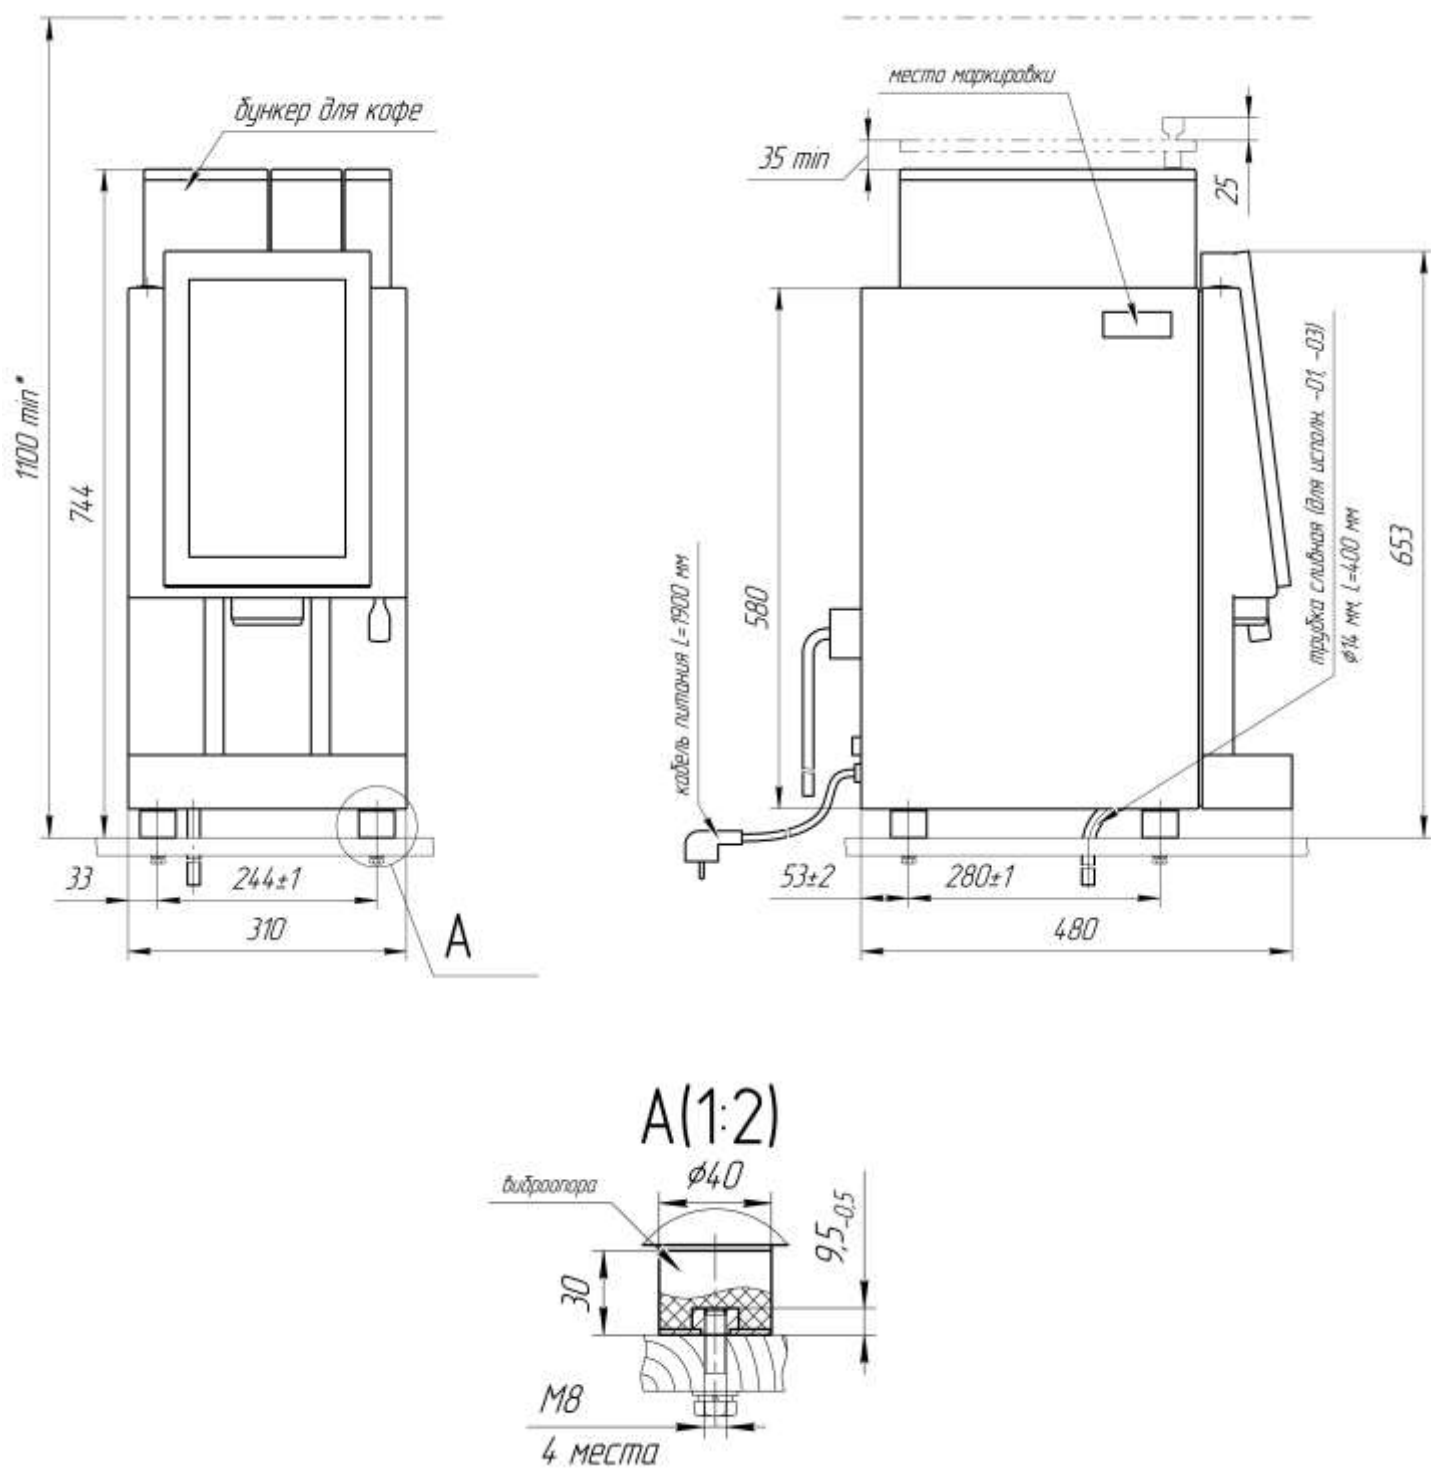

Рис. 1 Габаритные и присоединительные размеры
3.2 Закрепление кофемашины осуществляется через отверстия в неподвижном основании (см. рис.1) с помощью: болтов М8-6g×Н.58 ГОСТ 7798-70 – 4 шт., шайб 8.03.019 ГОСТ 11371-78– 4шт. и шайб 8 65Г 029 ГОСТ 6402-70 – 4 шт. (в комплект поставки не входят).